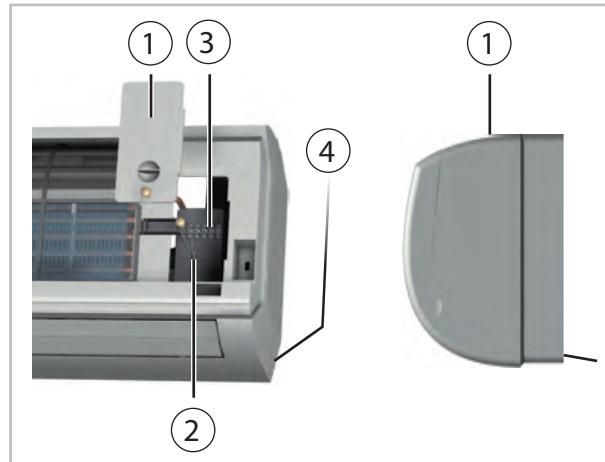

Abb. 28: Anschluss des Innengerätes
2. Lösen Sie die Abdeckungen auf der rechten Seite (Abb. 28).
3. Klemmen Sie die bauseits verlegte Steuerleitung an den Klemmen an (Abb. 28).